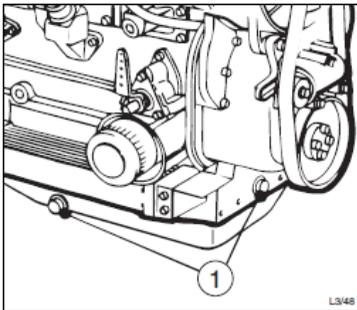
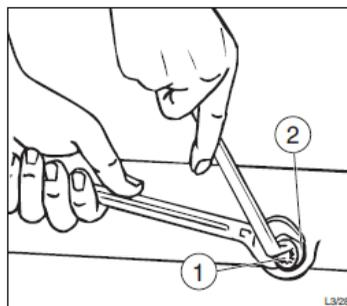

Abb. 32 – Ablassschraube
Abb. 33 – Lösen der Ablassschraube
- Die Ablassschraube („1“) lösen (siehe Abb. 32) und das Öl in ein Abfallgefäß frei ablassen. Beim Lösen der Ablassschraube darauf achten, dass die Rohrverlängerung („2“) nicht gelockert wird. Die Verlängerung nach Bedarf noch mit einem anderen Schlüssel halten (siehe Abb. 33).